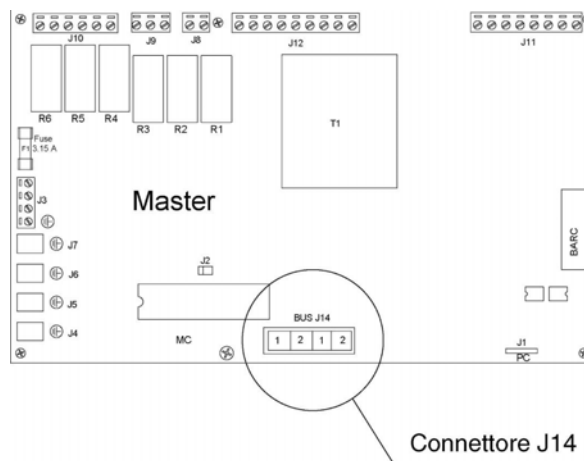

Figura 24
- Disconnettere il connettore J14 a 4 poli dalla scheda Master (vedi Figura 24);